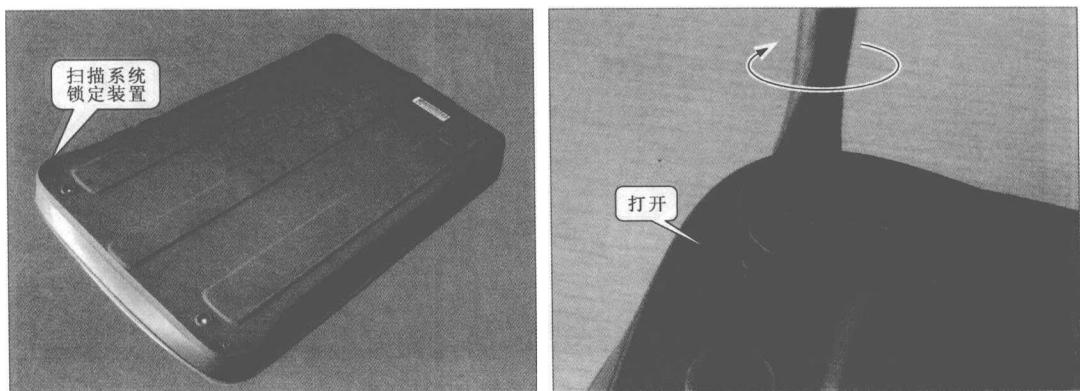

图 1-13 打开扫描系统锁定装置
(11) 拆卸扫描系统的时候，需要将之前锁上的扫描系统锁定装置打开，如图 1-13 所示。